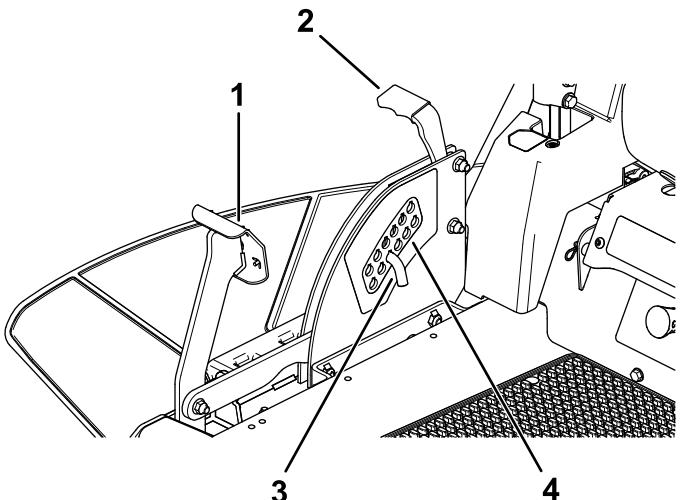

Рисунок 38
- Нажмите на педаль подъема деки ногой и поднимите деку газонокосилки в фиксированное транспортное положение (также соответствующее положению высоты скашивания 114 мм), как показано на Рисунок 38.
- Для регулировки положения извлеките штифт из кронштейна регулировки высоты скашивания (Рисунок 38).
- Выберите отверстие в системе регулировки высоты скашивания, соответствующее требуемой высоте скашивания, и вставьте штифт (Рисунок 38).